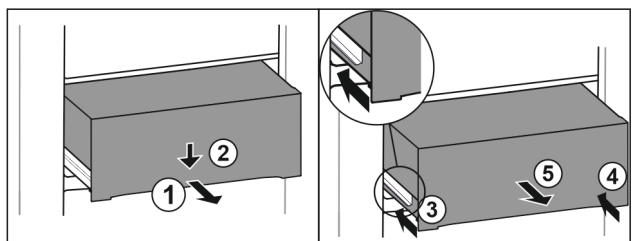

Fig. 233
- Tërhiqni jashtë sirtarin deri në gjysmë. Fig. 233 (1)
- Shtyni për poshtë sirtarin në pjesën përpara. Fig. 233 (2)
- Shtyni brenda shinën e majtë rreth 2 cm. Fig. 233 (3)
- Shtyni brenda shinën e djathtë rreth 2 cm. Fig. 233 (4)
- Hiqni sirtarin nga përpara. Fig. 233 (5)